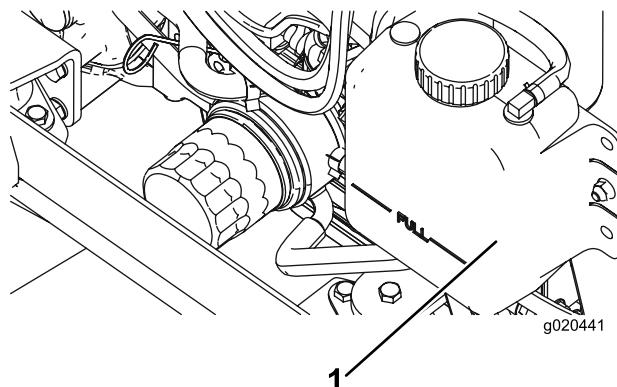

Рисунок 71
- Осторожно снимите крышку радиатора и крышку расширительного бачка (Рисунок 71).